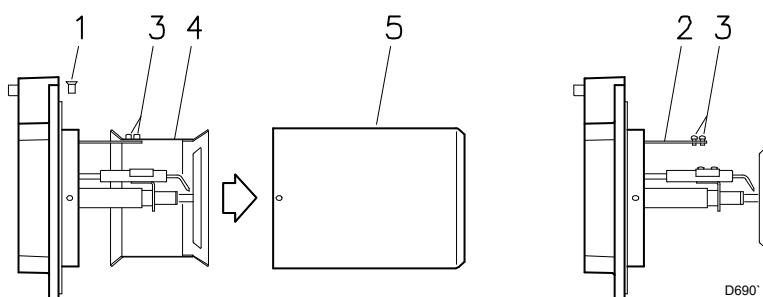

Fig. 8
### 5.5 Fijación del quemador a la caldera (Fig. 8)
- Desenroscar los tornillos 1)(Fig. 8) y desmontar el tubo llama 5)